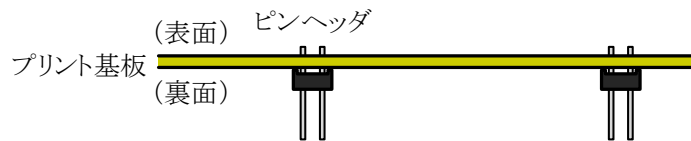

図 10 ピンヘッダの取付け方
- ⑦ 組立て基板を制御ボードに差し込むためのピンヘッダ（CN1，CN2）は，図 10 に示すようにプリント基板の裏面から挿入し，底面の突起がプリント基板に密着するように取付け，表面のランドをはんだ付けする．